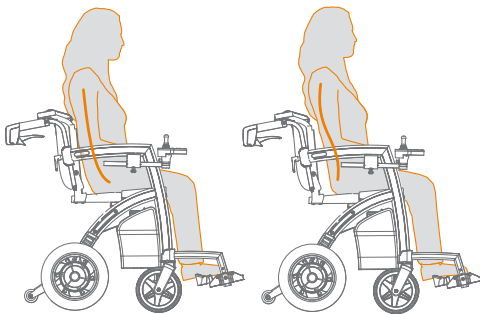

Figure 54: Avant et après le réglage des sangles dorsales, vous voyez à droite la position assise correcte.
- f. Vérifiez si l'utilisateur peut s'asseoir confortablement dans une position assise correcte (**Figure 54**).